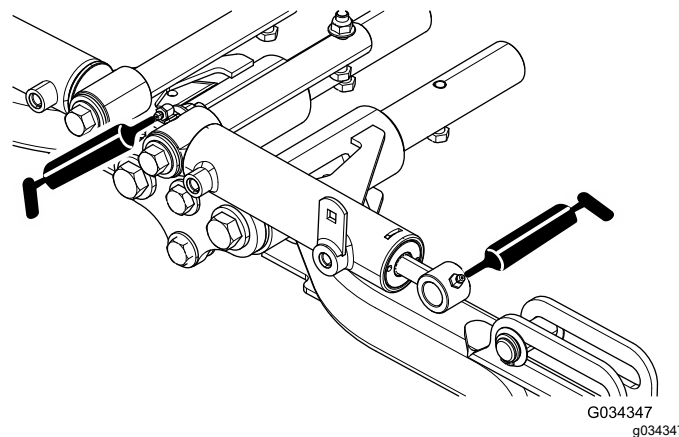

図 57
- 前昇降アームのピボットと昇降シリンダ 各3ヶ所 図 57を参照。